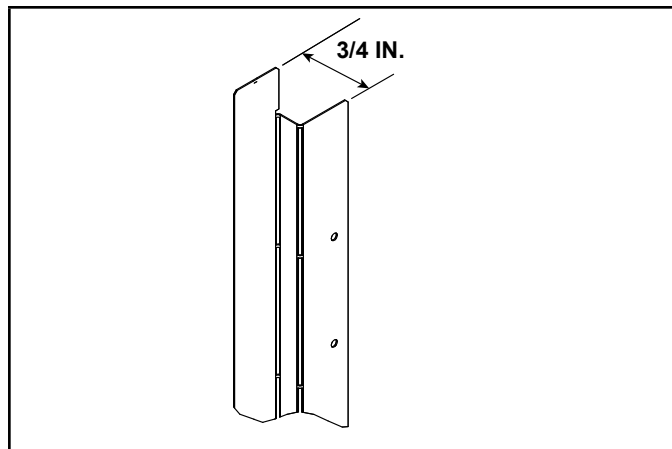

Figure 10.3 Plis des modèles de finition des côtés gauche et droit
1. Si applicable, pliez les côtés gauche et droit du modèle pour le type de porte utilisé en utilisant la figure 10.3 comme référence.